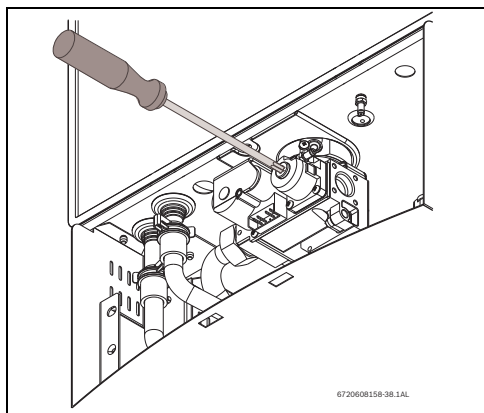

Fig. 54 Regolazione di CO₂ nel programma P2
- ▶ Rimuovere il sigillo giallo, presso il tappo di protezione frontale della valvola gas, ed operare tramite una chiave Torx n° 40 (Fig. 54).
- ▶ Inserire il tappo di protezione della parte frontale della valvola gas (Fig. 54).